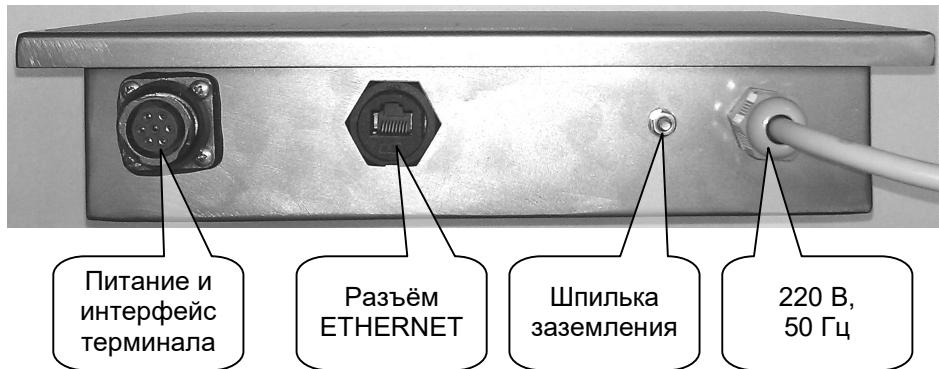

Рис. 7.4. Внешний вид БПА Преобразователя со стороны панели разъёмов и гермовводов.
На Рис. 7.4 изображён внешний вид БПА Преобразователя со стороны панели разъёмов и гермовводов.
8.6. Если предполагается связь Преобразователя с локальной сетью, подключите кабель EthernET к соответствующему разъёму ТВИ-025БПА (см. Рис. 7.4 на стр. 17).
8.7. Подключите ТВИ-025ВТ и ТВИ-025БПА к цепям заземления через соответствующие шпильки (см. Рис. 7.2, стр. 15 и Рис. 7.4, стр. 17).